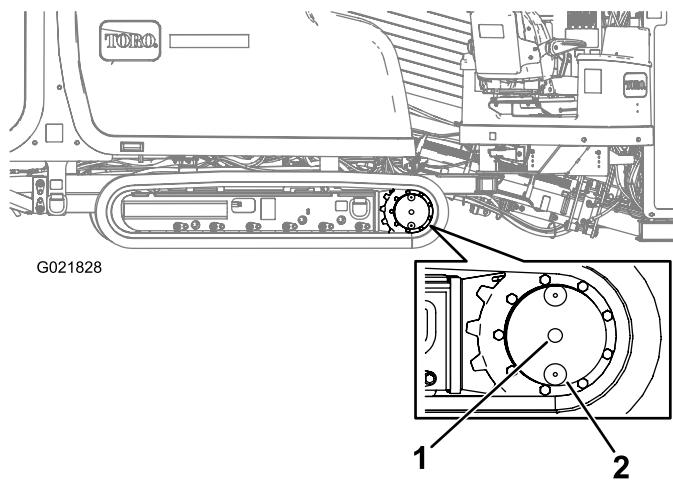

Figura 100
2. Limpie la zona alrededor del tapón de llenado con un disolvente (Figura 100).
3. Retire el tapón de nivel de aceite (Figura 100).
2. Limpie la zona alrededor del tapón de nivel de aceite (Figura 100).
3. Gire la transmisión planetaria hasta que el tapón de vaciado esté directamente debajo del tapón de nivel de aceite (Figura 100).